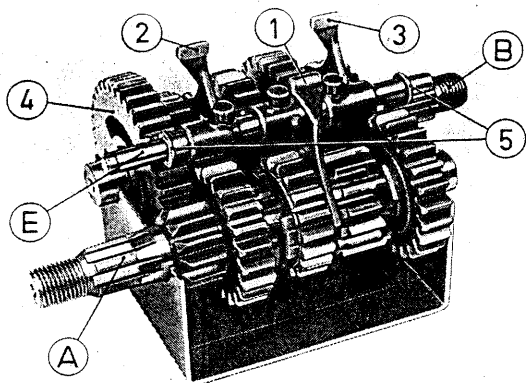

Fig. 250. Train d'engrenages avec fourchettes de changement de vitesses
- Poser une plaque (5 à la fig. 250) sur l'alésage du boulon-guide (E à la fig. 250).
- Poser la seconde plaque (5) sur l'extrémité libre du boulon-guide.